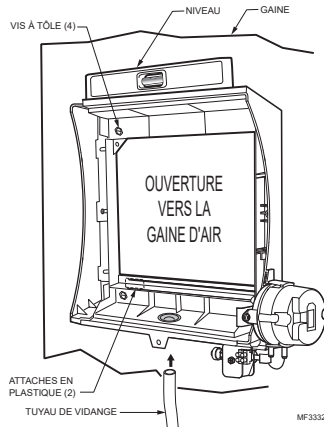

Fig. 5. Instalación del humidificador en un conducto.
7. Cerciórese de que la carcasa del humidificador esté a nivel y seguidamente colóquela en la abertura de modo que las pestañas plásticas queden en su lugar en el borde inferior de la lámina metálica de la abertura. Use un alicate según sea necesario, para aplanar los bordes cortados. Consulte la Fig. 5.